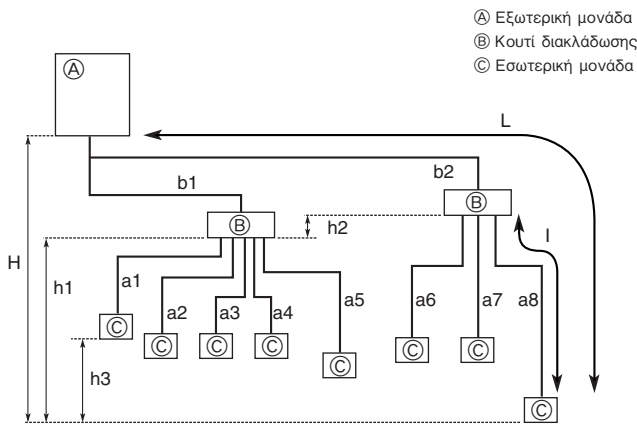

Fig. 5-1
5.2. Μήκος σωλήνα και υψομετρική διαφορά (Fig. 5-1)